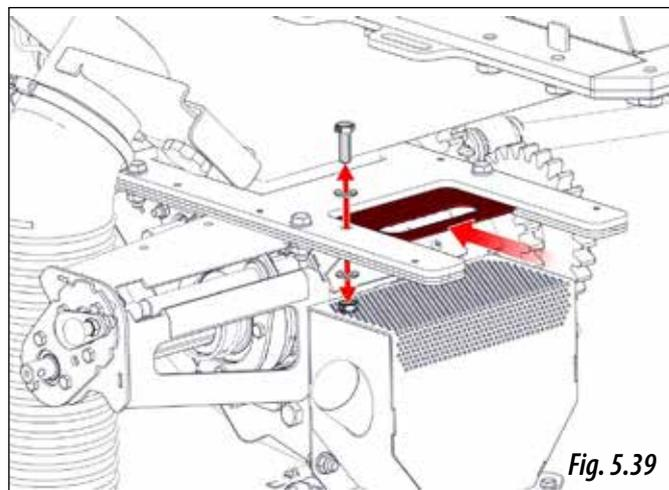

Fig. 5.39
**5-** Refermer les portes à guillotine au-dessus des doseurs (figure 5.39).